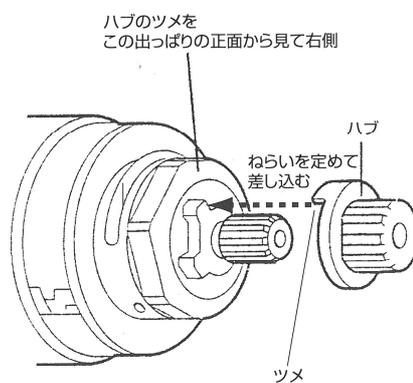

図3
11. 必要な最高出湯温度が得られましたら、カートリッジの表のでっばりの正面から見て右側の面にハブのツメがあたってそれ以上左に回らない位置でハブをスピンドルに差し込んで下さい。（図3参照）